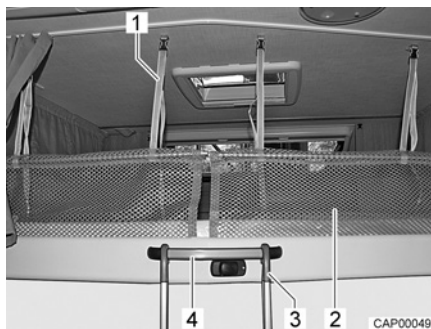

Fig. 54 Scaletta di accesso e rete protettiva
- Appendere la scaletta di accesso (Fig. 54,3) tramite entrambe le staffe della maniglia (Fig. 54,4) al letto basculante.
Le reti protettive (Fig. 54,2) con le cinghie di arresto sono sistemate sotto il materasso. Fissare le reti protettive soltanto dopo che le persone si sono stese sul letto basculante.
- Fare innestare le cinghie di arresto (Fig. 54,1) nei supporti sul soffitto.